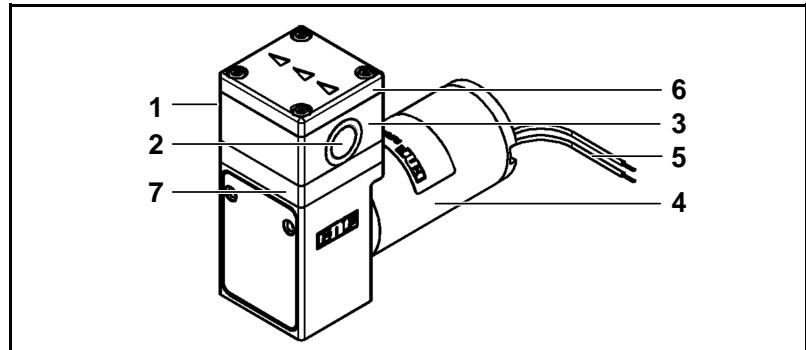

Fig. 1: Membran – Flüssigkeitspumpe NF 300
* Der Pumpenkopf besteht aus Anschlussplatte und Zwischenplatte (Fig.1)